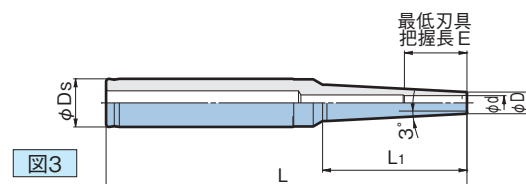

図3
- K40: 段付L₁寸法 (図3のみ)
● 段付L1寸法 (図3のみ)